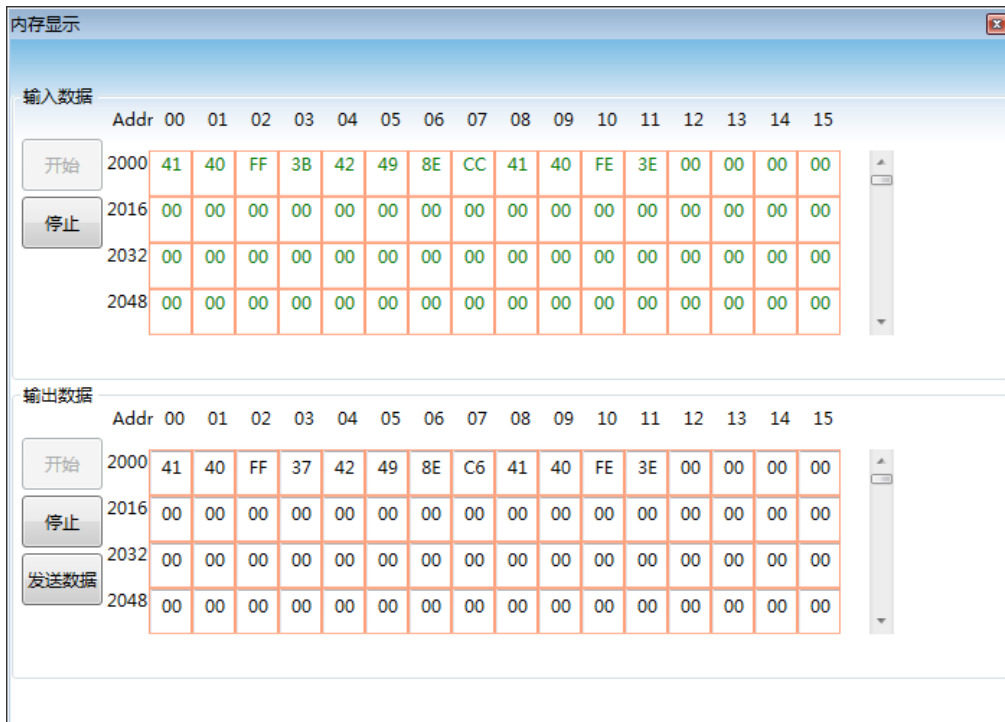

图 5.8 内存显示界面
- 3) 启动配置软件，G1003 上线后，点击工具栏上的内存显示图标，打开内存显示界面，如图 5.8 所示：
如图 5.8 所示，输入输出数据都以表格的形式显示了每一个内存单元当前的值。当要修改输出数据时，先点击按钮“停止”，再修改相应数据，最后点击按钮“发送数据”即可。